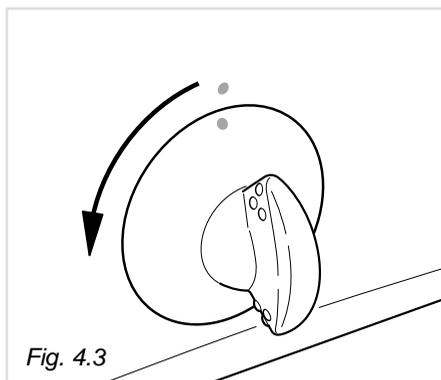

Fig. 4.3
- 3 - Premere a fondo e ruotare in senso antiorario la manopola del forno (fig. 4.3) fino a far coincidere l'indice del frontale comandi con il simbolo  (fiamma grande = portata massima) della manopola.